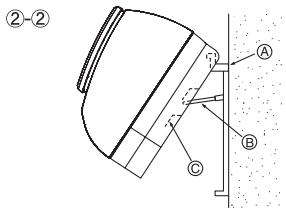

Fig. 3-6
- ②-② Levante la unidad interior, enganchándola por la pieza soporte, (acoplada al panel de montaje) hasta el reborde situado en la parte trasera de la unidad tal como aparece. (Fig. 3-6)